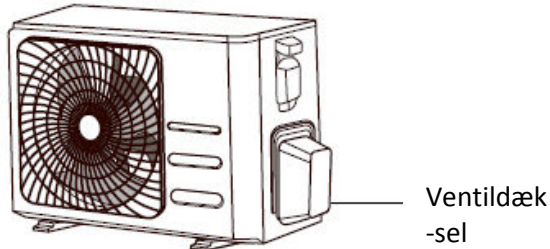

Fig. 5.9
1. Skru ventildækslet på siden af udendørs enheden af. (Se **Fig. 5.9**)